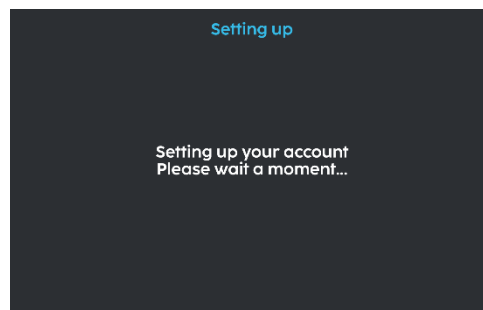

Fig. 7
7. Attendez que votre compte soit configuré (Fig. 7).